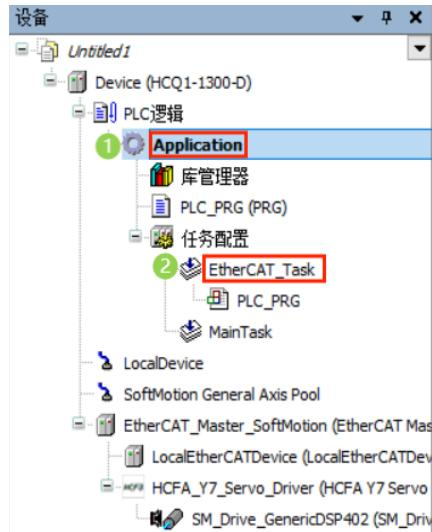

图 13-15 添加 EtherCAT POU
9. 将①处的【PLC_PRG】拖动到②处的【EtherCAT_Task】上，如图 13-15 所示。